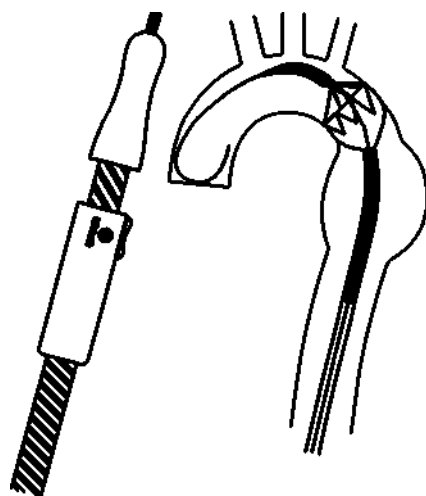

Рис. 7. Медленное раскрытие стент-графта
- Медленно проведите установку стент-графта. Удерживайте систему доставки неподвижно за передний захват и далее поверните скользящий захват против часовой стрелки для медленного высвобождения проксимальной части стент-графта до момента присоединения стента с покрытием к стенке сосуда. (рис. 7).